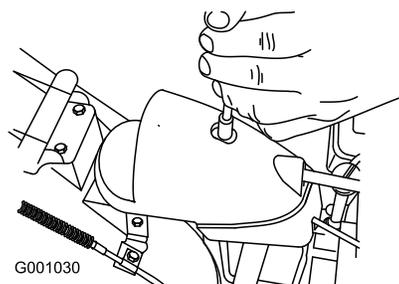

Figure 46
- Retirez la fixation du couvercle du secteur denté (Figure 46), soulevez l'avant du couvercle et faites-le coulisser en arrière de façon à l'écarter.